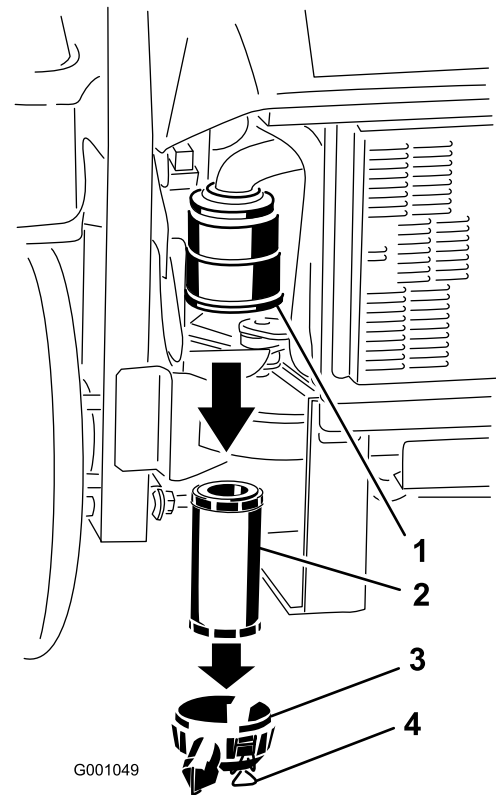

Figura 57
3. Abra los cierres del limpiador de aire y tire de la tapa de la entrada de aire para separarla del cuerpo del limpiador de aire (Figura 57).
5. Extraiga con cuidado el filtro del cuerpo del limpiador de aire (Figura 57).